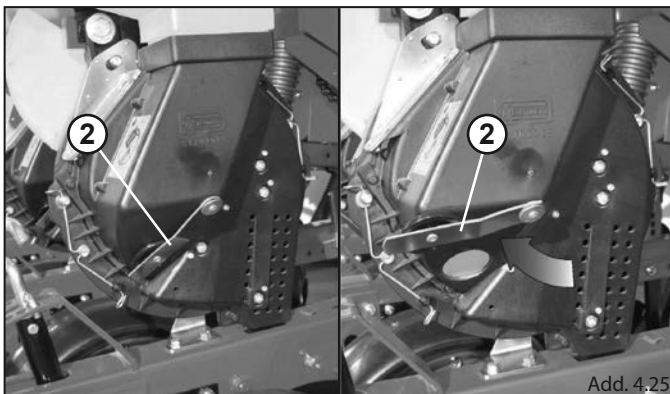

Abb. 4.25
- Zum Entleeren der Saatgutreste aus dem Magicsem-Verteiler öffnen Sie den Deckel **2** des Verteilers, wie in der Abbildung (Abb.4.25) dargestellt.